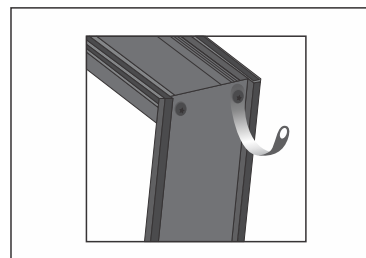

Figura 7 - Posicionamento do chumbador
- Efetue o dobramento de todos os chumbadores com uma chave de fenda, conforme figura 7.